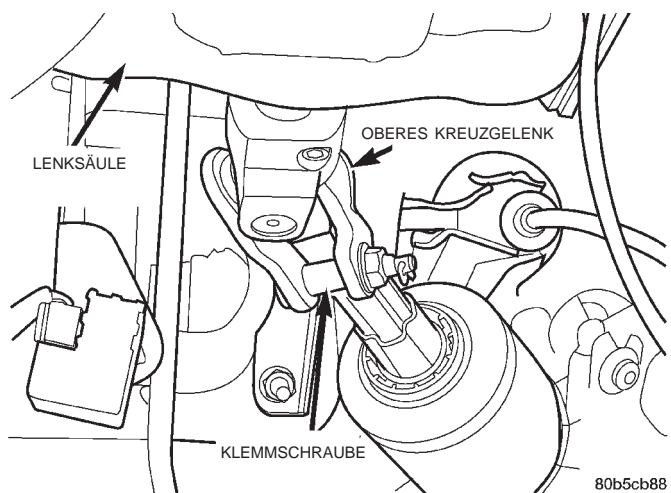

Abb. 8 Lenksäulenkupplung
(10) Splint und Schraube aus dem oberen Kreuzgelenk der Lenksäule ausbauen (Abb. 8). Zwischenwelle von der Lenksäule abziehen.